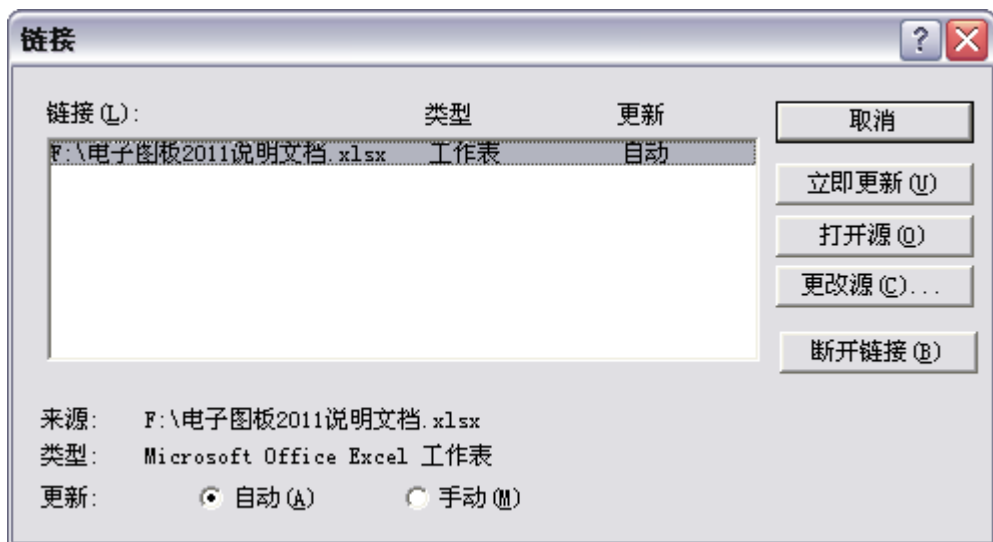

图 2-97 链接对话框
- 2) 在【编辑】菜单中单击【链接】选项或右击对象，弹出如图 2-97 所示的对话框。
- 6) 如果用户选择的对象为链接对象，则对话框中会多一个【链接】标签，如图 2-99 所示。在这个标签中的显示内容和按钮的功能与图 2-97 中的【链接对话框】十分相似。用户可参照前面所介绍的内容。